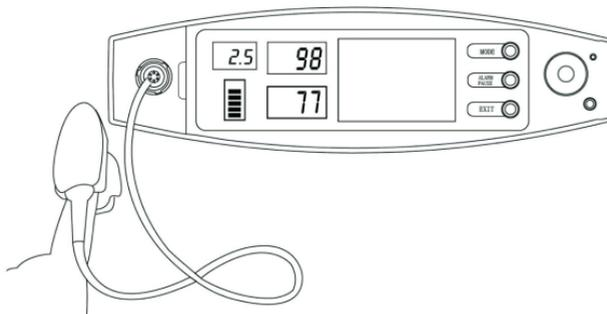

Figura 4. Raffigurazione del corretto posizionamento del dito
- 🔔 Il dito deve essere posizionato correttamente (vedere figura 4 allegata), poiché un posizionamento errato o una posizione di contatto impropria con il sensore influenzeranno la misurazione.
Inserire il dito nella sonda come nella Figura 4.
(L'aspetto della sonda reale può essere diverso da quello illustrato nella Figura 4, pertanto si prega di fare riferimento alla sonda reale.)